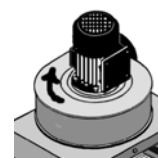

Рис. 8.5
- 8.7. Проверьте направление вращения крыльчатки вентилятора – направление вращения крыльчатки по стрелке, нанесенной на улитке вентилятора (по направлению улитки см. рис. 8.5).